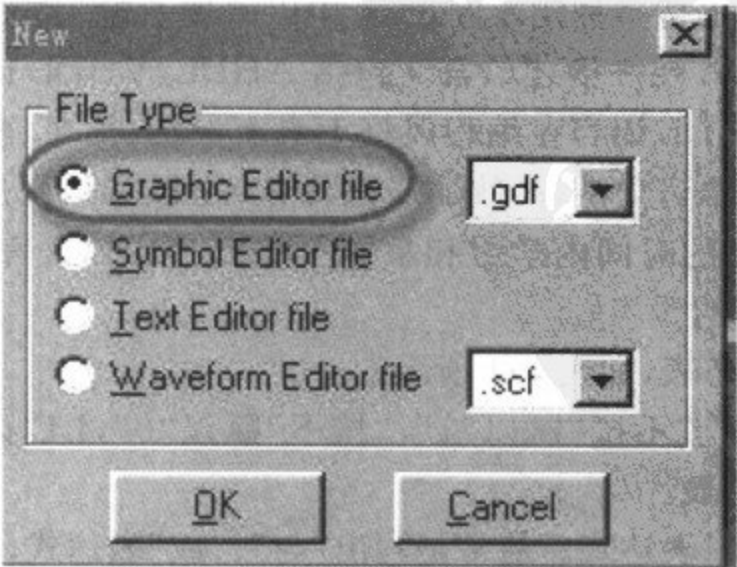

图 3-9 新建图形文件
① 单击 File→new,新建文件时选择 Graphic Editor file,如图 3-9 所示。